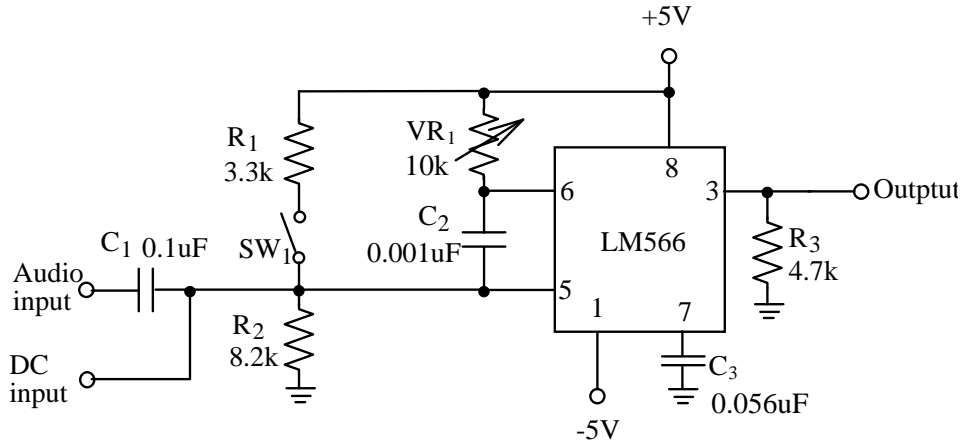

Fig. 7-5 LM566 Frekans modülatör devresi
Fig. 7-5, LM566 VCO(gerilim kontrollü osilatör) entegresi kullanılarak gerçekleştirilmiş bir frekans modülatörüdür. Eğer  $SW_1$  açık ise, bu devre tipik bir VCO' dur ve bu VCO' nun çıkış frekansı,  $C_3$ ,  $VR_1$  ve giriş ses geriliminin değerleri ile belirlenir. Eğer  $C_3$  ve  $VR_1$  değerleri sabit ise, çıkış frekansı 8. ve 5. pinler arasındaki gerilim farkı( $V_8-V_5$ ) ile doğrudan orantılıdır. Diğer bir deyişle, ses giriş gerilimindeki( $V_5$ ) bir artış, ( $V_8-V_5$ ) değerinde ve çıkış frekansında bir azalmaya sebep olur. Tam tersi olarak, ses giriş gerilimindeki( $V_5$ ) azalış çıkış frekansında artışa sebep olacaktır. Yukarıda irdelendiği gibi,  $C_3$  ve  $VR_1$  değerleri de aynı zamanda çıkış frekansını belirlemektedir.  $C_3$  ve  $VR_1$ 'in çarpımı ile ters orantılıdır. Yani,  $VR_1 \times C_3$  değeri büyüdükçe, çıkış frekansı azalmaktadır.
3. Fig. 7-5'deki devreyi tekrar gözden geçirin. SW1 kapalı olduğu zaman R1 ve R2'nin görevi nedir?